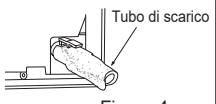

Figura 4
- 5) Inserire completamente il tubo di scarico nella bacinella di scarico sul lato posteriore destro dell'unità interna. (Figura 4)